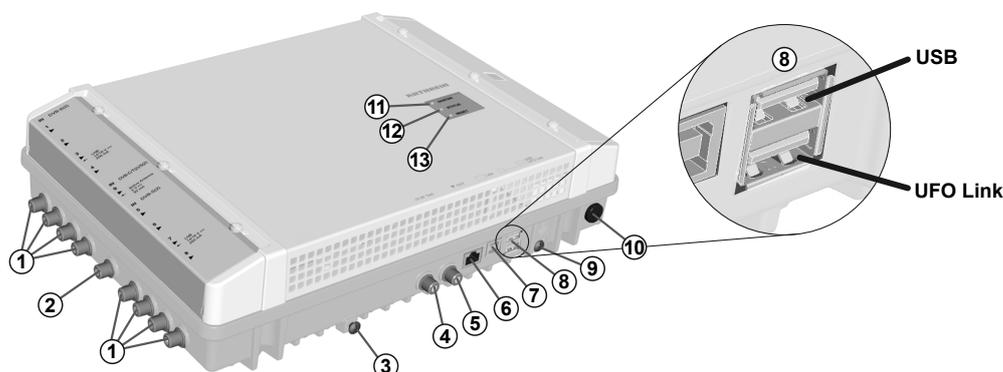

Abb. 1: Geräteelemente
1. Schließen Sie eine Potenzialausgleichsleitung (Cu, $\geq 4 \text{ mm}^2$) an der Erdungsschraube an; siehe ⑨ in Abb. 1, S. 3.
- Die Stecker müssen am Master und Slave in die jeweils passende UFO Link-Schnittstelle gesteckt werden (⑧ in Abb. 1).
4. Schließen Sie die HF-Signalleitungen für Antenne, Kabelnetz und Ausgang an die Kopfstellen an; siehe ①, ② und ③ in Abb. 1, S. 3. Achten Sie darauf, die Ein- und Ausgangsleitungen dem Master und dem Slave richtig zuzuordnen.²⁾